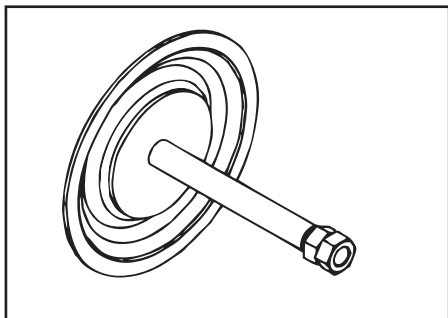

Figura 21
- Quite la tuerca en el lado opuesto usando la tuerca doble (consulte la Figura 21).